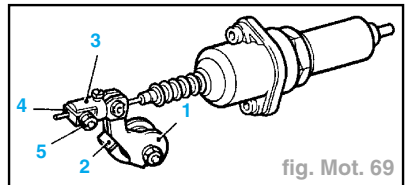

fig. Mot. 69
- amener le levier (1) au contact de la butée (2) (fig. Mot. 69),
- placer le collier (3) dans le câble de telle sorte qu'entre la butée (2) et le levier (1) il y ait un espace de **0,5 mm**,
- mettre ensuite en place le collier (4), l'amener au contact du collier (3) et le bloquer avec la vis (5).